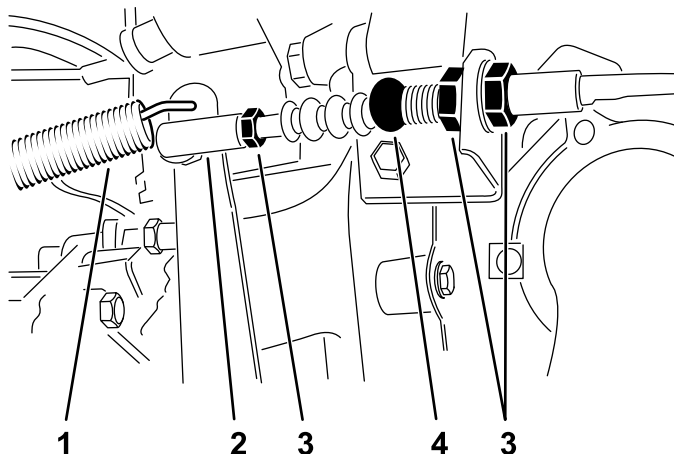

Figura 64
1. Alivie as porcas de retenção que fixam o cabo ao suporte no cárter do volante (Figura 64).